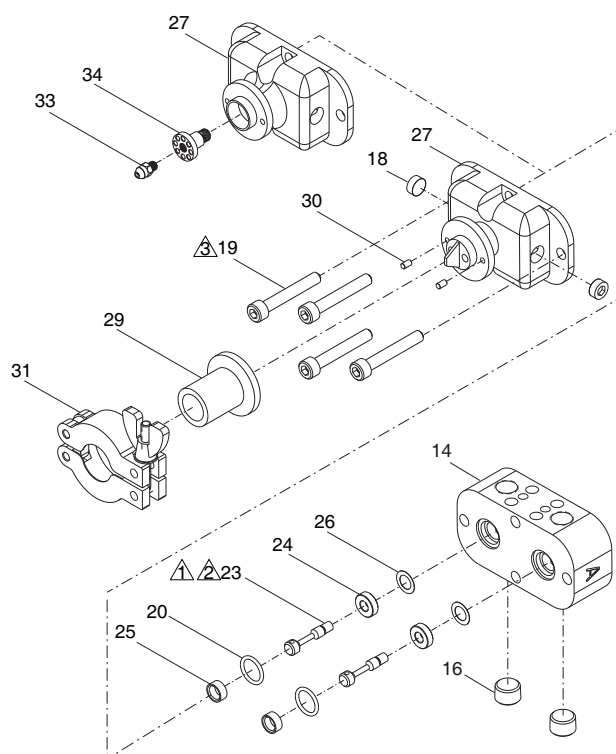
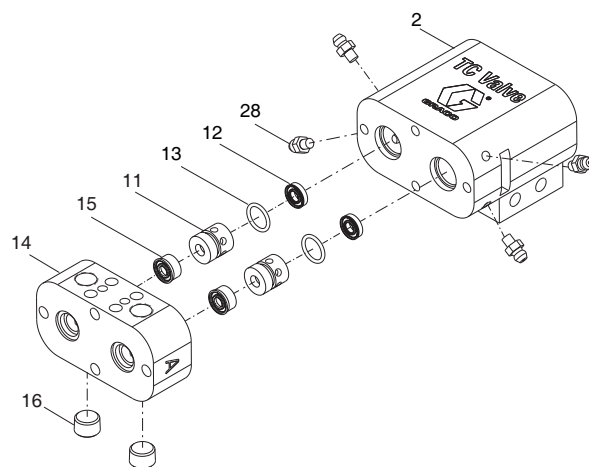
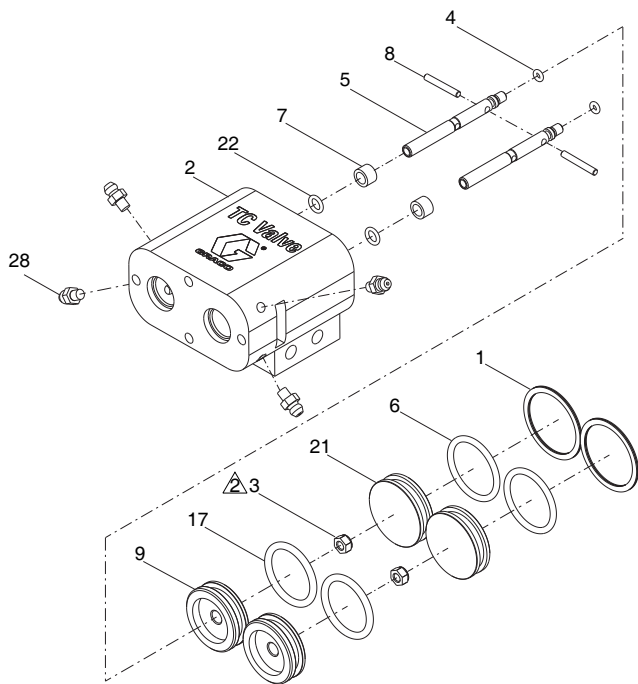

図 3
図 4
図 5
3. クランプ (31) ボールナットを緩め、次にミキサーカバー (29) を取り外します。
4. 4 つの前金具のネジ (19) を取り外して、ノーズピース (27) をバルブから離れた方向に引きます、
5. インサート (25) およびOリング (20) インレットハウジング (14) から取り外します。
6. 3/32 in. ピンパンチを使用してニードルを取り外してから (23)、シート (24) とガスケット (26) をインレットハウジングから取り外します (14)。図 3 を参照してください。
7. インレットハウジング (14) をエアシリンダー (2) からスライドさせて外し、シール (15) を取り外します。図 4 を参照してください。
8. ベアリング (11)、ベアリング O リング (13)、および 2 次液体シール (12) を取り外します。
9. 保持リング (1) をエアシリンダ (2) の背面から外します。2つのシャフト (5) をエアシリンダに (2) 押し込んで、エアシリンダキャップ (21) を取り外します。図 5 を参照してください。
10. 2つのシャフト (5) を押して、エアシリンダ (2) からピストン (9) アセンブリを取り外します。
11. Oリングピックを使用して Oリング (22) を取り外し、ドライバを使用してスリーブベアリング (7) をエアシリンダ (2) から取り外します。
12. Oリング (6) をピストン (9) から、Oリング (17) をエアシリンダキャップ (21) から取り外します。
13. ロックナット (3)、ピン (8) と Oリング (4) をシャフト (5) から取り外します。
1. シャフト O リング (22) とベアリング (7) を潤滑します。O リングをエアシリンダー (2) に挿入します。図 5 を参照してください。
2. エアシリンダーハウジング (2) と同一平面になるようにベアリング (7) を押して、O リング (22) を挟みます。
3. ピストンアセンブリを潤滑して再組み立てします: ピストン (9)、O リング (6)、位置決めピン (8)、ナット (3)、O リング (4)、およびエアシリンダーシャフト (5)。ナット (3) を 25-30 in-lb (2.8-3.4 N•m) のトルクで締めます。シャフト (5) を、ベアリングで自動調心されるように、いくらかの遊びを持たせ、吊り下げます。
4. エアシリンダへの潤滑剤の塗布 (2) ID。ピストン (9) アセンブリをエアシリンダーに押し込みます。
5. O リング (17) を潤滑して、キャップ (21) に組み付けます。キャップ (21) をエアシリンダー (2) に押し込みます。
6. 外側保持リング (1) を取り付けます。
1. ベアリング (11)、O リング (13)、およびシール (12、15) を潤滑します。O リング (13) をベアリング上に設置します。シールの縁がベアリング内に向いている状態で、シール (12) をベアリングの凹所に注意して挿入してください。シールの縁を損傷させないように注意してください。図 4 を参照してください。
2. ベアリング (11) をエアシリンダー (2) に押し込みます。
3. インレットハウジング (14) にグリースを塗り、スプリングが液体インレットの外側に向くようにして、シール (15) をインレットハウジング (14) に挿入します。
4. ガasket (26)、シート (24)、および O リング (20) をインレットハウジング (14) に挿入します。図 3 を参照してください。
5. ニードル (23) をねじ込んで、それを 2.8-3.4 N•m (25-30 in.-lb) に締めます。
6. 8 ページの **ノーズピースの向き** を参照してください。インサート (25) ノーズピースのネジ (19) が付いた前金具 (27) をバルブから離れた方向に引きます。ノーズピースのネジを 115-120 in-lb (14-15 N•m) のトルクで締めます。
7. **26D920 用 と 26D921**。インジェクターチューブ (34) を取り付け、40-50 in-lb (4.5-5.6 N•m) のトルクで締めます。
8. **26D920 用 と 26D921**。インジェクターチップ (33) を取り付け、225-30 in-lb (2.8-3.4 N•m) のトルクで締めます。
9. ミキサーカバー (29) をクランプ (31) で挿入し、クランプボールナットを締め付けます。
10. グリース注入用管継ぎ手 (28) を取り外します。グリース注入用管継ぎ手 (28) が設置されていた場所でグリースが排出されるまで、下にあるグリースポートでグリースを充填します。もう一方のグリース注入用管継ぎ手 (28) で繰り返します。図 5 を参照してください。